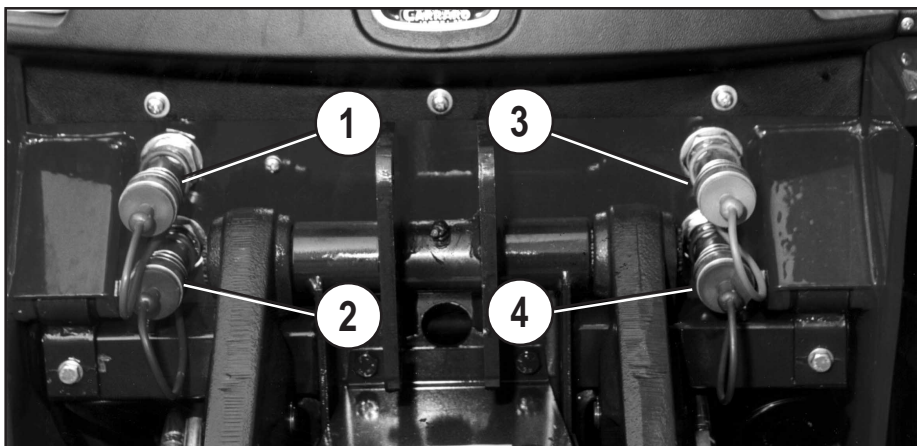
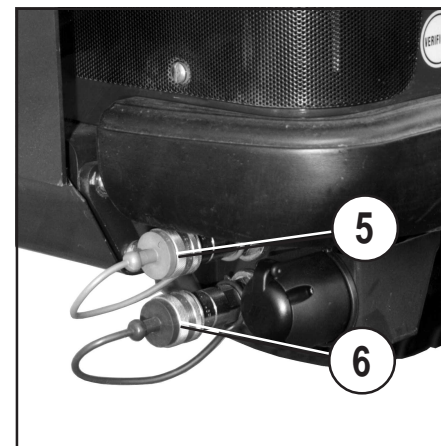

Fig. 28
Fig. 29
Maskinen kan ved forespørgsel udstyres med hydrauliske stik (fig. 28 - 29) til kobling af forskelligt redskab:
- fire dobbeltvirkende stik: to forrest (1-2 fig. 28) og to bagest (5-6 fig. 29).
- to enkeltvirkende stik (3-4 fig. 29).